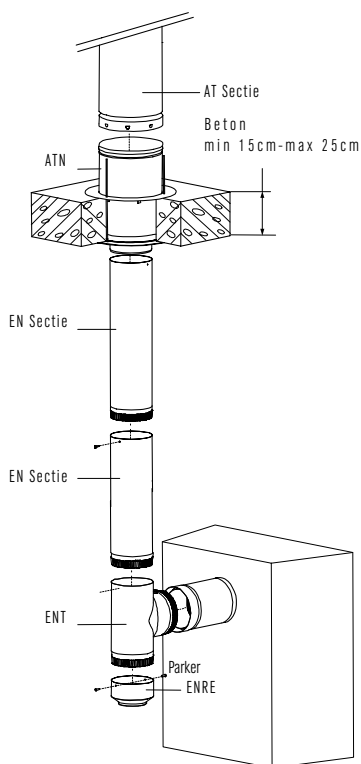

Fig. 2
3. aansluiting op enkelwandig systeem METALOTERM® EN. (zie Fig. 2).